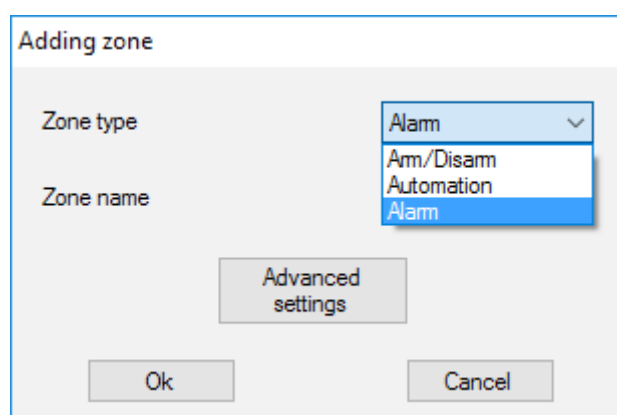

Abb. 19. Zonentyp auswählen
4. Die Zonen sind in drei Arten unterteilt: **Alarm, Automatisierung** und **Scharf/Unscharf** (Abb. 19). Der Zonentyp wird beim Erstellen der Zone ausgewählt, siehe Sensorhandhabung.